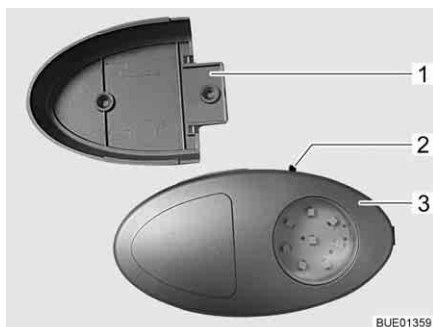

Bild 70 Klädskåpslampa
- ▷ Klädskåpslampan kan dras ut från skruvhållaren (Bild 70,1) och användas som ficklampa.
På-/av-brytaren (Bild 70,2) sitter direkt på klädskåpslampan (Bild 70,3).